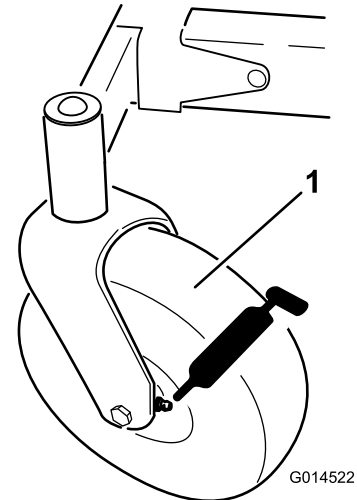
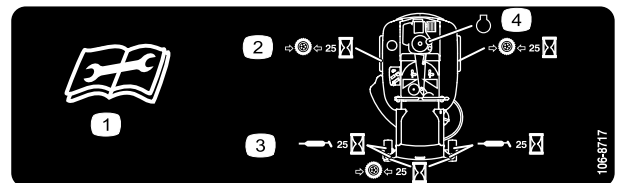

Bild 29
Bild 30
3. Reinigen Sie die Schmiernippel (**Bild 29** und **Bild 30**) mit einem Lappen.
4. Stecken Sie eine Fettspritze auf jeden Schmiernippel und pumpen Sie solange Fett in die Nippel, bis das Fett aus den Lagern austritt (Bild 29 und Bild 30).